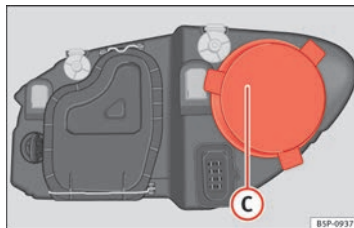

Fig. 186 Luz de carretera.
- Retire la tapa ⇒ fig. 186 C tirando de la misma.